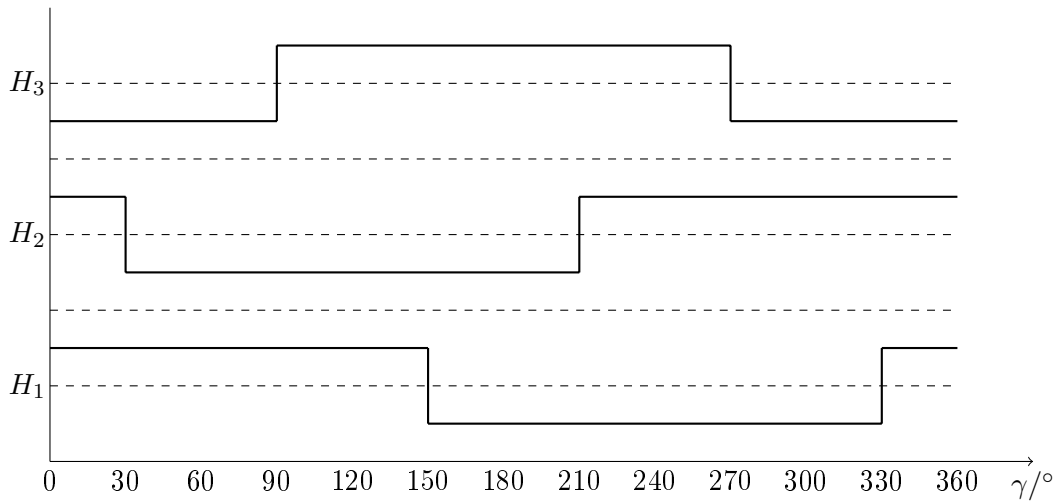
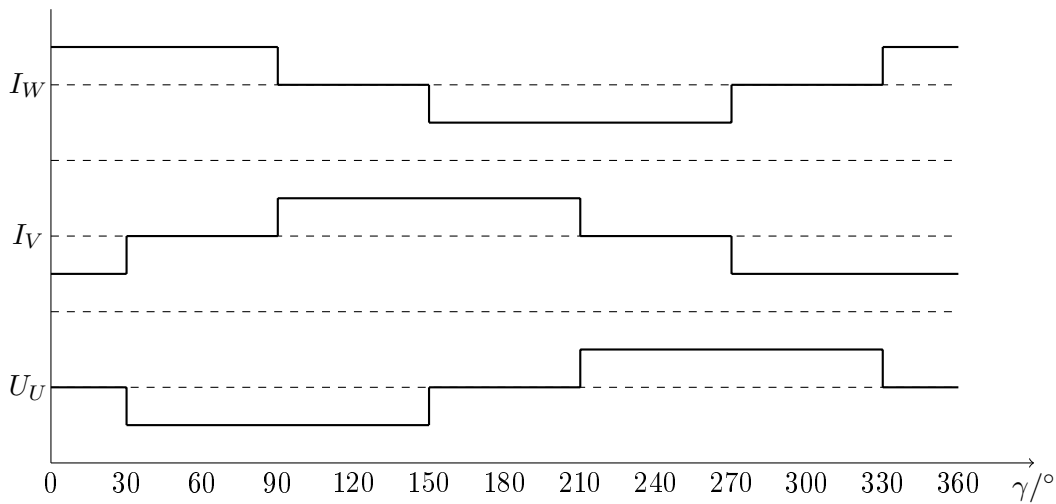

Abbildung 2.1: Signale der Hallsensoren
Abbildung 2.2: Idealisierte Stromverläufe
a) In den folgenden Graphiken (siehe Abb. 2.1) sehen Sie die Signale der Hallsensoren (siehe Abb. 2.1) und die idealisierten Stromverläufe (siehe Abb. 2.2).